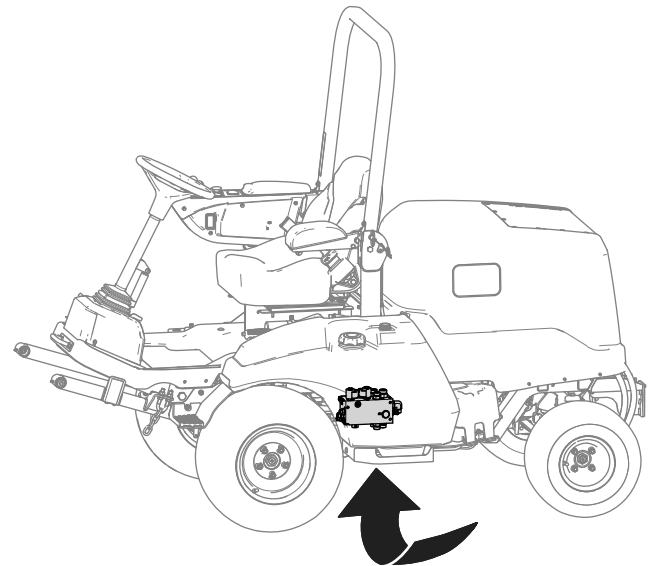

Figura 9
- A. Coloque un recipiente de vaciado debajo del distribuidor hidráulico (ilustrado en la Figura 9).